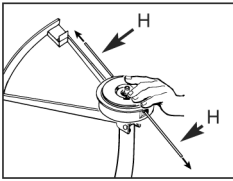

Fig. 8F
9. Ist die Spule im Gehäuse plaziert, drücken Sie diese fest ins Gehäuse, so dass die Feder gespannt ist. Ziehen Sie fest an beiden Enden des Fadens (H), so dass dieser nicht zwischen Spule und Gehäuse eingeklemmt ist (Fig. 8F).